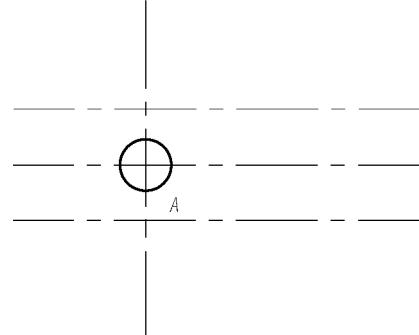

图 2-34 绘制圆 A
(6) 切换到轮廓线层, 用“圆”Circle 命令, 以 O 点做为圆心, 绘制半径为 6 的圆 A, 如图 2-34 所示。